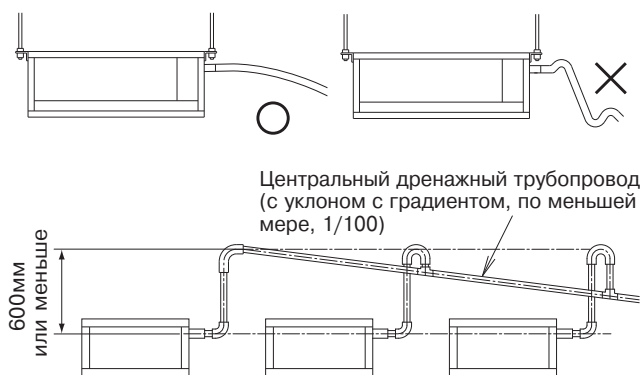

Рис. 10
- Во избежание образования воздушных пробок следите за тем, чтобы не превышалась допустимая длина дренажной трубы, и обеспечивался ее наклон вниз с градиентом не менее 1/100. (См. рис. 10)